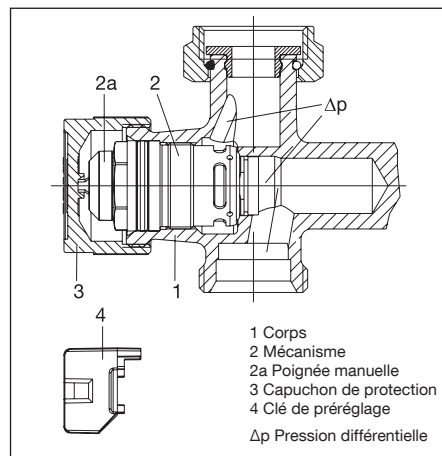

Fig. 5 Configuration du robinet thermostatique
Le débit maximal peut être réglé à l'aide de la clé de préréglage (pos. 4, fig. 5) (voir paragraphe 7.3).
Avec l'appareil de mesure raccordé, la pression différentielle disponible au corps de robinet est mesurée. Pour ce faire, dévisser le mécanisme (pos. 2, fig. 5) à l'aide du «Demo-Bloc» et effectuer une mesure avec la tige pour mesurer la pression différentielle. Dès que la pression différentielle mesurée atteint un niveau supérieur ou égal à la pression différentielle  $\Delta p_{min}$  (voir 4.1), elle est assez élevée pour permettre la régulation automatique du débit par le robinet.
Procéder au préréglage selon la valeur souhaitée à l'aide de la clé de préréglage (pos. 4, fig. 5). Le préréglage ne peut être effectué qu'à l'aide de la clé de préréglage fournie qui est montée sur la poignée manuelle (pos. 2a, fig. 5). Cela évite tout risque de déréglage de la valeur réglée par des personnes non autorisées.